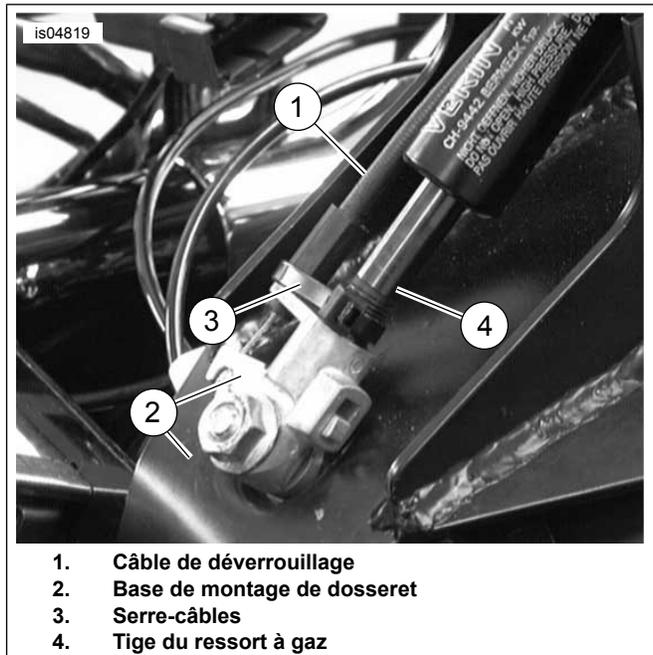

Figure 6. Monter le câble sur la base de montage du dossier
12. Voir la figure 6. Fixer le câble de déverrouillage (1) à la base de montage du dossier (2), comme indiqué. Fixer soigneusement le câble sur la tige du ressort à gaz (4) à l'aide de la sangle de câble fournie (3). Éviter de trop serrer la sangle de câbles (3).